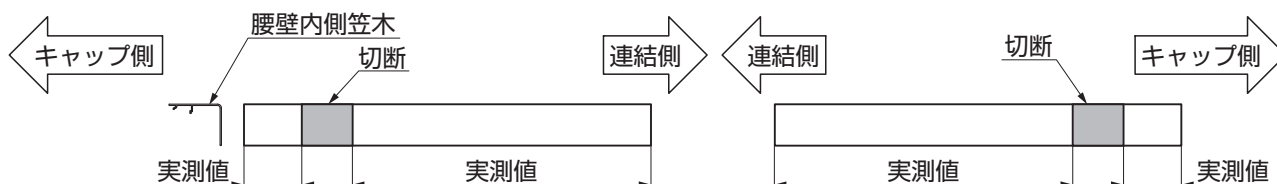
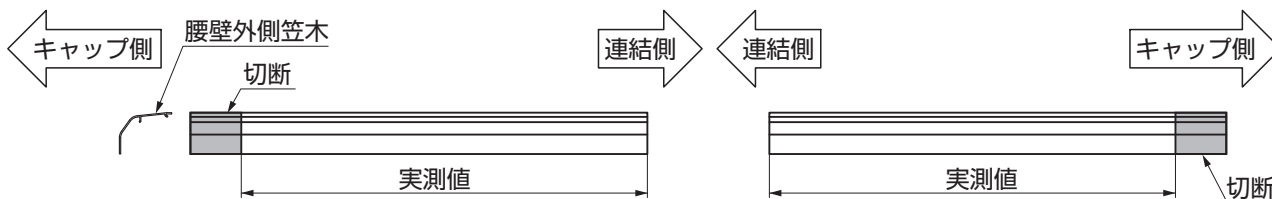

図3-2 腰壁内側笠木の加工
図3-3 腰壁外側笠木の加工
①腰壁笠木を、現場で実測して切断してください。（図3-2、図3-3参照）